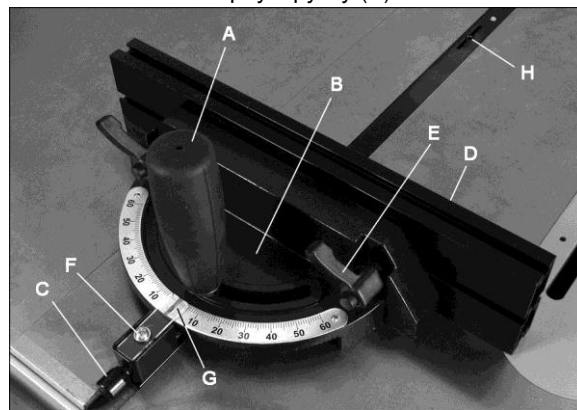

Рис. 15
Рис. 15 и 16.
2. Ослабьте стопорную ручку (A, рис. 15), поворачивая против часовой стрелки.
3. Вытащите пружиненную ручку (C) и поворачивайте её, пока корпус (B) упора для пиления под углом не станет под требуемым углом, обозначенным на шкале.
4. Затяните стопорную ручку (A).
Выдвижную пластину (D, рис. 15) можно отрегулировать путем перемещения вправо или влево, или полностью убрав.
У линейки упора для пиления под углом есть два паза с установочными винтами (Н, рис.15). Отрегулируйте установочные винты (4-мм шестигранным ключом), чтобы убрать любой зазор между линейкой и пазом для упора.